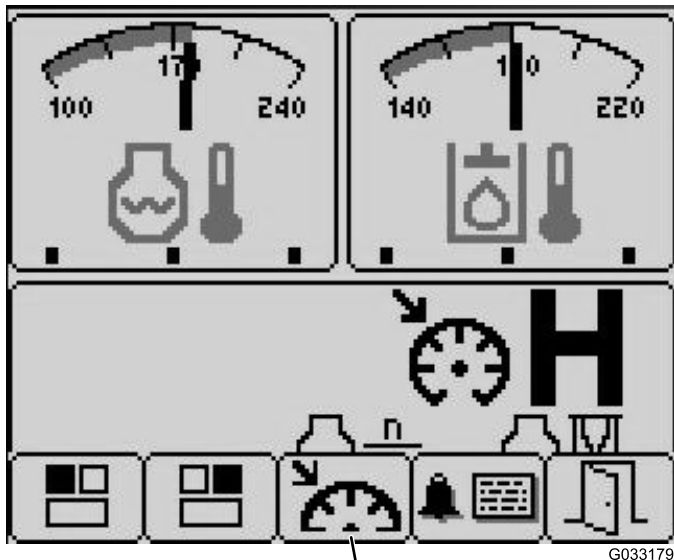

Figure 20
3. Appuyez sur le bouton 3 pour accéder à l'écran Cruise Control (régulateur de vitesse) (Figure 20).